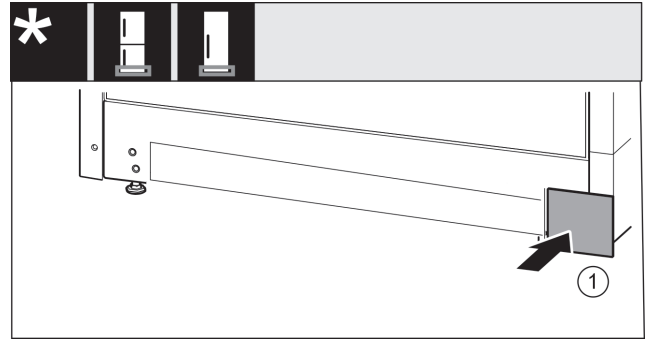

Fig. 15
- Sett på dekselet på den andre siden igjen. Fig. 15 (1)